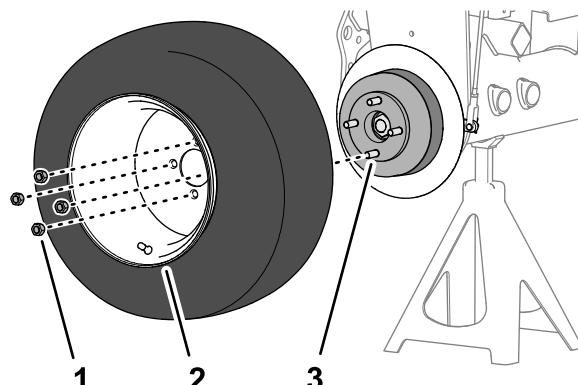

Bild 76
1. Entfernen Sie die vier Radmuttern, mit der das Vorderrad an der Nabe befestigt ist, und nehmen Sie das Rad ab (Bild 76).